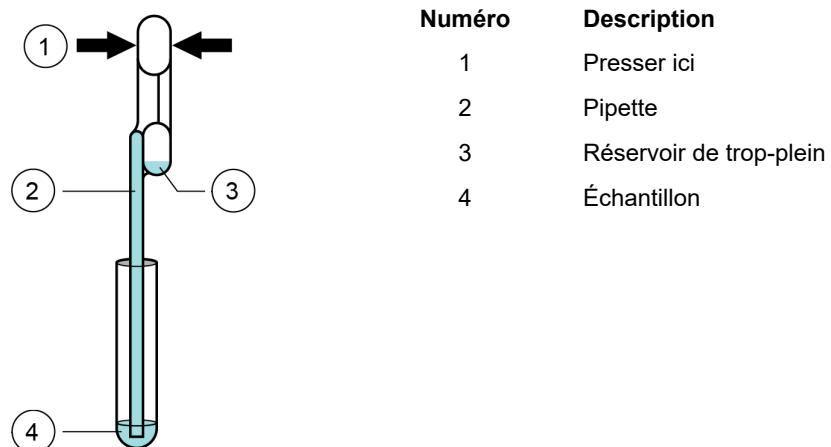

Figure 11. Pipette de transfert
9. Presser complètement la poire supérieure de la pipette de transfert jusqu'à l'aplatir entièrement. Tout en maintenant la poire parfaitement aplatie, placer l'embout de la pipette dans le tube de transport d'échantillon (voir la Figure 11).
10. En gardant la pipette sous la surface du liquide, relâcher lentement la poire supérieure de la pipette afin de remplir la pipette d'échantillon avant de la retirer du tube. Il est normal que du liquide pénètre dans le réservoir de trop-plein (voir la Figure 11). Vérifier que la pipette ne contient pas de bulles.